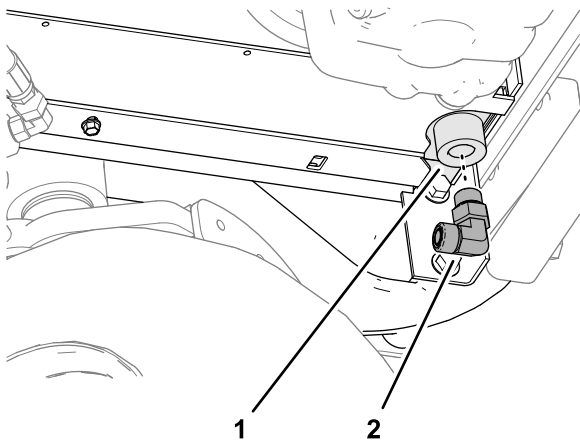

Bild 29
1. Bauen Sie an der vorderen, unteren Ecke des Kühlers das 90°-Anschlussstück (8 O-Ring-Gleitringdichtung / 3/4 Zoll SAE) in den Ablauf des Ölkühlers ein, wie in Bild 29 dargestellt, und ziehen Sie die Mutter des Anschlussstücks an.